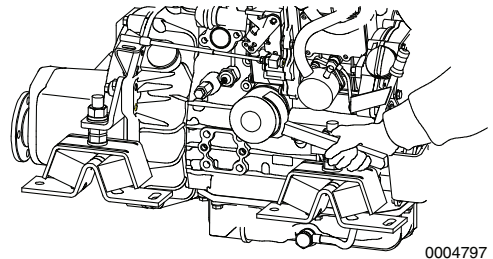

Figura 2
2. Girare il filtro dell'olio motore **Figura 2** in senso antiorario con una chiave.